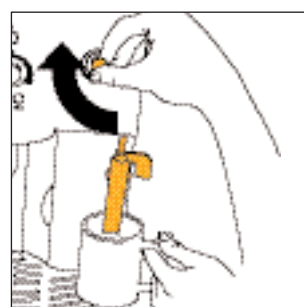
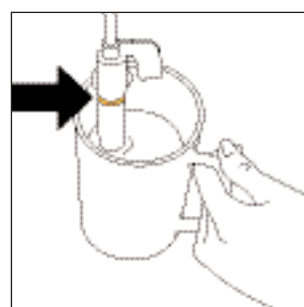

Fig.23
Fig.24
- Sänk omedelbart, inom två minuter, ner cappuccinoröret i behållaren med mjölk (fig. 23), annars återgår maskinen automatiskt till kaffefunktionen.** Se till att inte doppa ner cappuccinoröret längre än till markeringen (vid pilen i fig. 24). Vrid ångreglaget ett halvt varv motsols (fig. 5): Akta så att du inte bränner dig. Ur cappuccinoröret kommer det ånga som ger mjölken ett krämigt utseende och ökar dess volym. Doppa ner cappuccinoröret i mjölken och låt behållaren rotera med långsamma rörelser nedifrån och upp för att få ett fylligare skum. (Mata inte ut ånga under längre tid än 2 minuter).